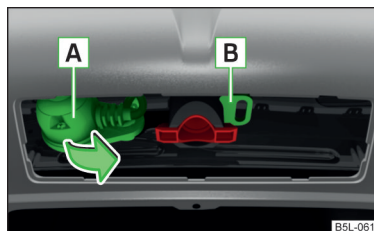

Fig. 156
- Retirer la prise 13 broches **A** en la faisant pivoter dans le sens de la flèche » fig. 156.
- Branchez la prise mâle du câble de la remorque dans la prise à 13 pôles **A** » fig. 156.
- Accrochez le câble de ridelle d'attelage de la remorque à l'œillet de fixation **B** » fig. 156.
- Maintenir la prise à 13 pôles dans la zone **A** et la faire pivoter dans le sens contraire de la flèche » fig. 156.